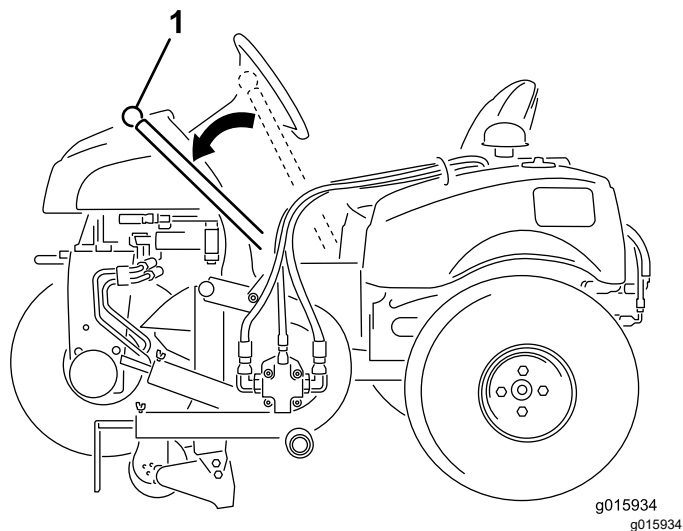

Figura 10
Utilize o manípulo para subir e descer o contornador (Figura 10).
2. Pressione o manípulo para fora e baixe a lâmina do contornador para o solo (**Figura 10**).
- Pressione o manípulo para fora e eleve a lâmina do contornador para a posição de transporte (**Figura 10**).